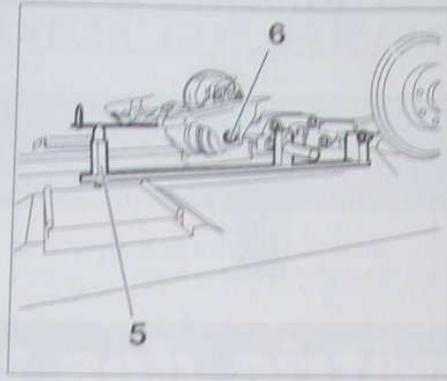

FIG. 20
mettre en place l'outil de centrage (5) (outils Citroën 4701-T.D, côté droit, et 4701-T.G, côté gauche) sur l'essieu, en l'engageant sur l'orifice laissé libre par le boulon déposé et en le fixant par l'orifice de fixation de l'amortisseur (Fig.20).
- Serrer les boulons de fixation (6) de l'essieu sur ses paliers (Fig.20).
- le boulon de fixation (6) du palier sur l'essieu (Fig.20).